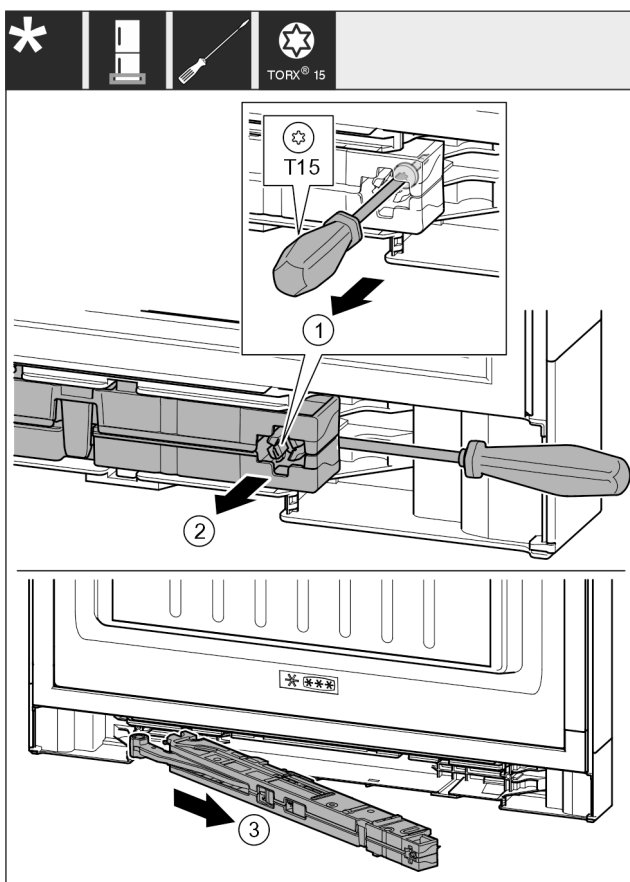

Fig. 17
- ▶ Løsn skruen på lukkedæmperenheden med skruetrækker T15 ca. 14 mm. Fig. 17 (1)
- ▶ Før skruetrækkeren ind bag lukkedæmperenheden i grebssiden. Drej enheden fremad. Fig. 17 (2)
- ▶ Træk enheden ud. Fig. 17 (3)